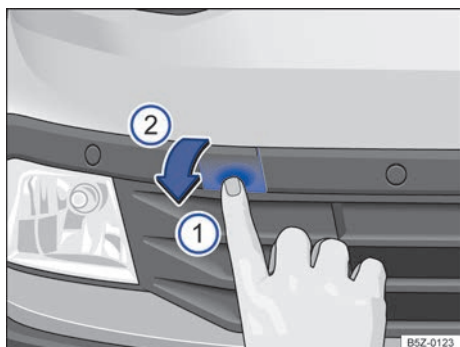

Fig. 187 En el parachoques delantero a la derecha: suelte y desmonte la cubierta.
El alojamiento de la argolla de remolque roscado está ubicado a la derecha del parachoques delantero, detrás de una cubierta ⇒ fig. 187
- Presione en la zona inferior de la cubierta ⇒ fig. 187 ① para soltar la traba de la cubierta.
- Retire la cubierta hacia adelante ② y déjela colgada en el vehículo.